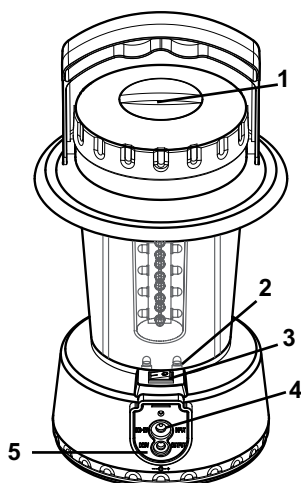

Fig.1
- Ouvrez le couvercle de prise de chargement de la lanterne pour dégager les deux prises. La prise supérieure (Fig. 1 ; Signe 4) est pour l'entrée du panneau solaire. Afin de la recharger, branchez la lanterne au panneau solaire à l'aide du câble fourni. Celle-ci peut également être connectée à une alimentation CC/CA à l'aide d'un câble adaptateur (non inclus). La prise inférieure (Fig 1 ; Signe 5) est une sortie 6-7 V CC pour les appareils basse tension.
- Il y a deux interrupteurs sur la lanterne. Un sur le dessus (Fig. 1 ; Signe 1.) pour allumer/éteindre la LED en faisant pivoter l'interrupteur à gauche ou à droite. L'interrupteur inférieur est l'interrupteur principal pour tout le produit (Fig.1 ; Signe 3).
- La lanterne est munie de deux voyants LED (Fig. 1; Signe 2) dans la lanterne, la LED rouge indique la « charge » à partir du panneau solaire ou de l'appareil d'alimentation CC/CA (6-12 V CC, non inclus) et le voyant LED vert indique que le produit est en condition de « fonctionnement » correcte. Lorsque l'appareil est rechargé par module solaire, le temps de charge sera d'environ 12 heures en plein soleil. Utilisez le module solaire pour la charge initiale pendant un jour au moins sans utiliser la lampe. Le temps d'éclairage sera d'environ 5-6 heures lorsque la batterie est pleinement chargée.